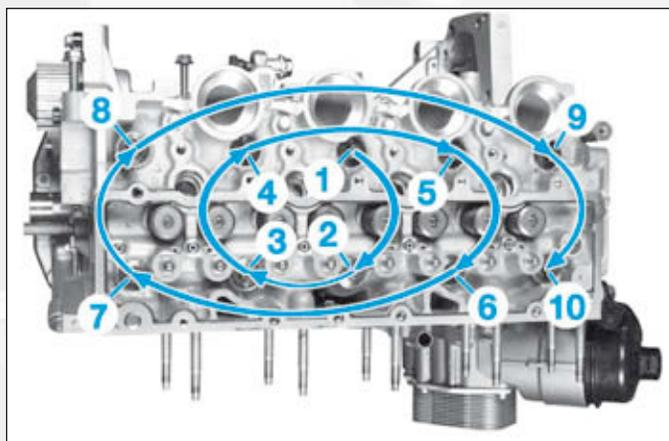

FIG.66
- Serrer les vis de culasse en respectant l'ordre (Fig.66) et le couple de serrage.
13. Vis de culasse (voir ordre de serrage) (Fig.66) :